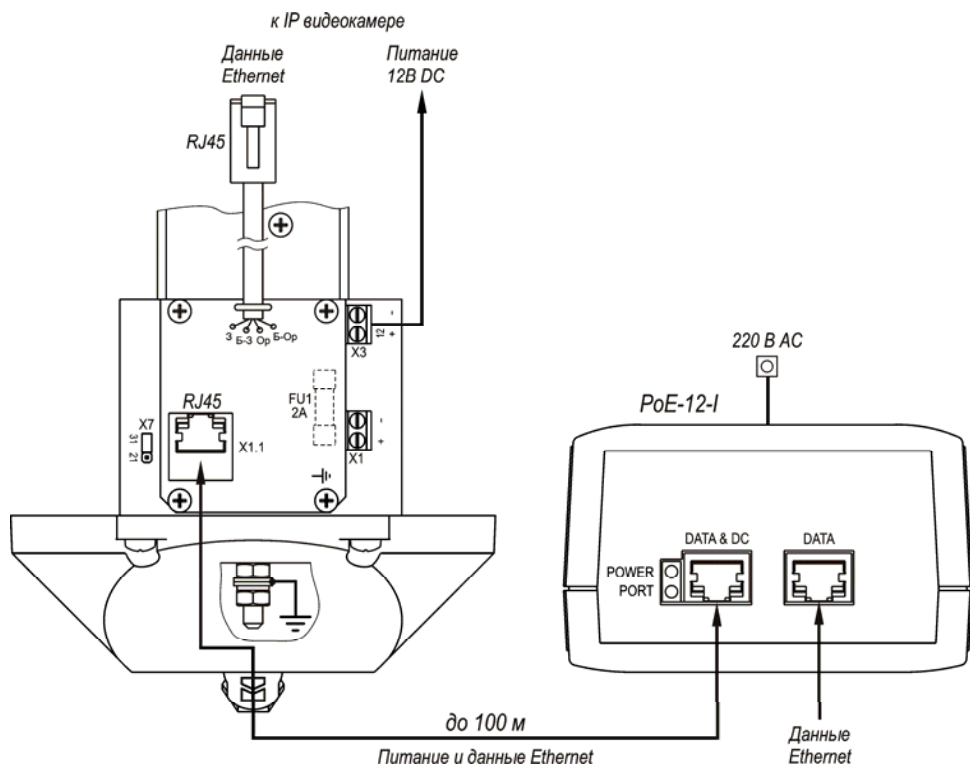

Рис.4 Схема подключения IP-видеокамеры
1. Кронштейн ТГБ-3 для крепления IP-видеокамеры ТВК-90 PoE на опоры $\varnothing 115 \div 135$ мм (другой размер – под заказ). Монтаж кронштейна см. рис.4.
5. При необходимости изменить мощность обогрева гермобокса, выкрутить 4 винта крепления задней крышки гермобокса, выдвинуть модуль видеокamеры из кожуха и установить джампер X7 в нужное положение (рис.4). Установить модуль видеокamеры обратно в кожух. Закрутить 4 винта крепления задней крышки.
* Предприятием изготовителем джампер X7 установлен в положение «31» - мощность обогрева 31 Вт, для изменения мощности на 21 Вт джампер X7 необходимо переставить в положение «21» (см. рис.4).
Через разъем «Data» (см. рис.4) осуществляется обмен данными по сети Ethernet.